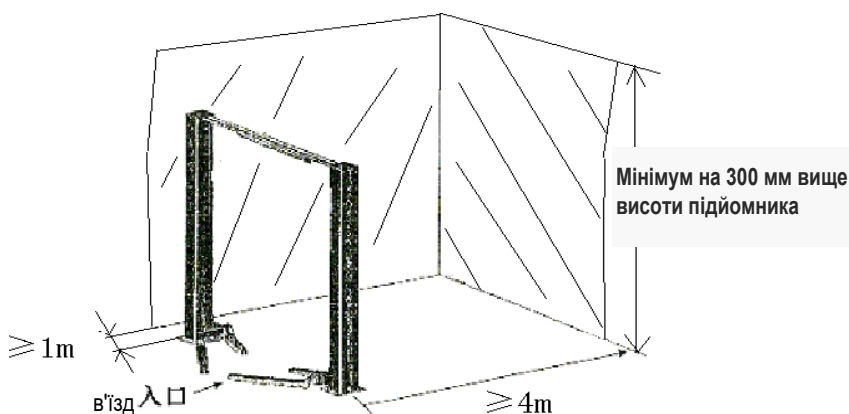
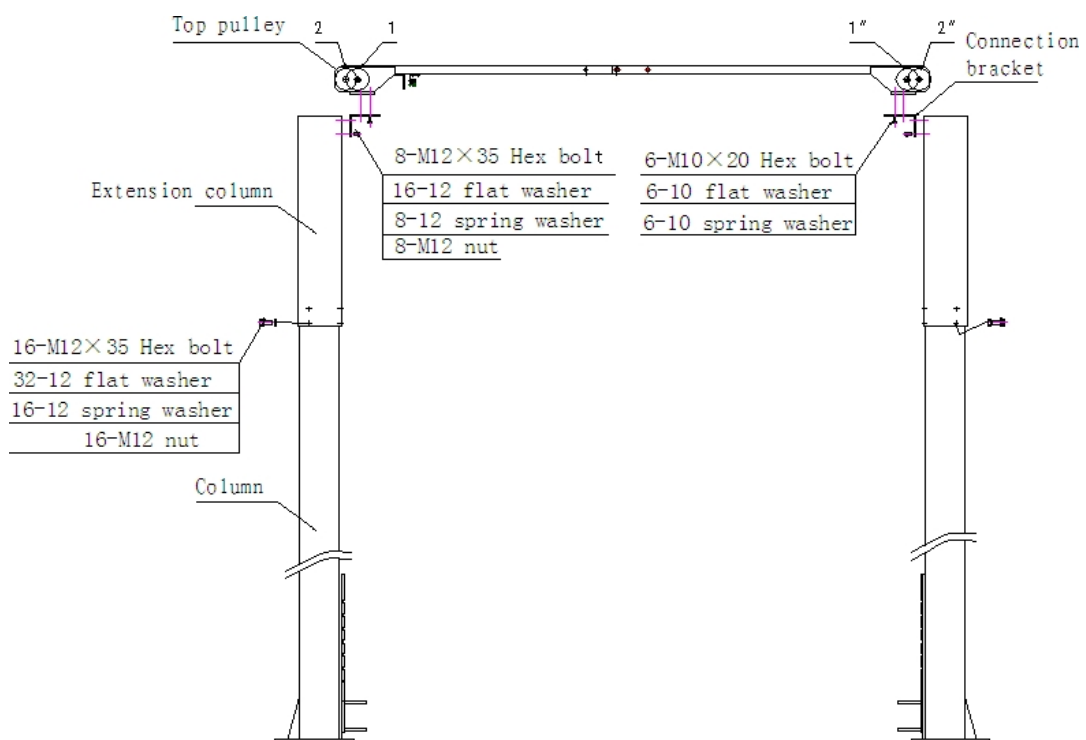

Рисунок 8
Рисунок 12
- Передня і задня частини підйомника повинні бути зарезервовані з достатнім простором для розміщення всіх транспортних засобів (рис.8).
Встановіть стовпчик "поза грою" у позначеному крейдою місці. Підніміть верхню балку у верхнє положення і за допомогою кронштейна та кріплень закріпіть її на колонах (як показано на рис.8). Встановлюючи верхню балку, переконайтеся, що вищевказаний кронштейн для підтримки мікроперемикача прилягає до колони з боку живлення. На рис.12: Симетричні верхні шків повинні бути встановлені в